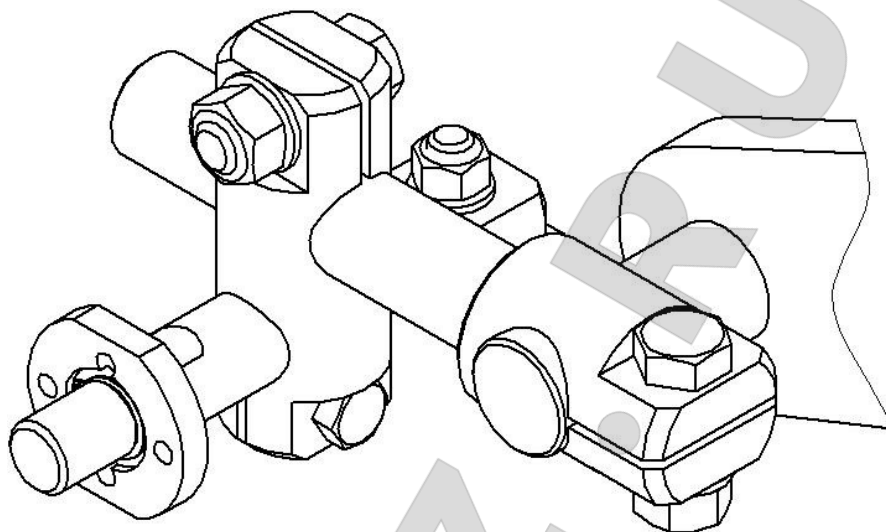

Рис. 3 Схема установки адаптеров
5.3. Установите адаптеры. Как показано на рис. 3